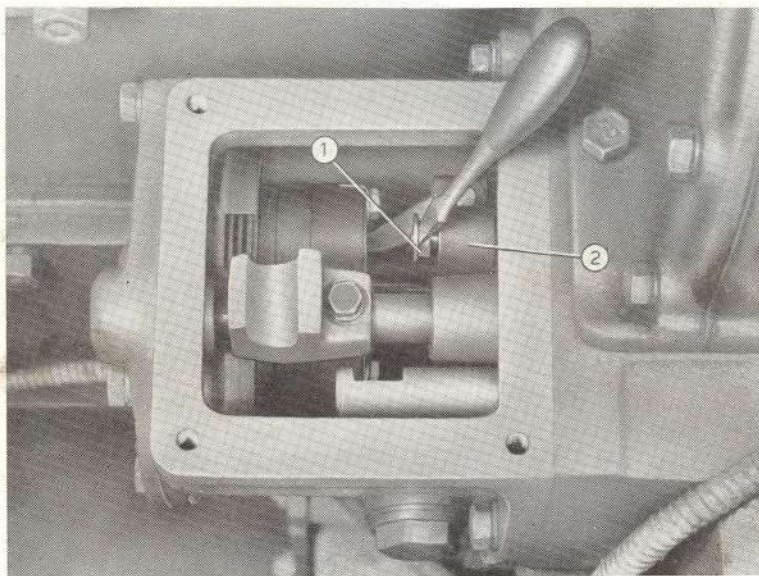

Fig. 69. - Réglage de l'embrayage pour le lancement du moteur Diesel.
- Faire tourner à la main, après avoir débrayé, le collier portant les doigts de débrayage jusqu'à ce que le cliquet à ressort (1, fig. 69) se trouve en face de l'ouverture.